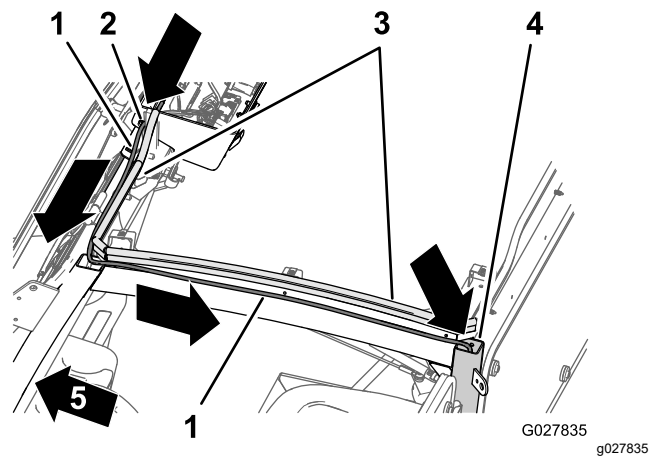

Bild 21
1. Verlegen Sie den Schlauch an der linken Seite der Dachkonsole entlang der Glühbirnendichtung zur Vorderseite des Kabinenrahmens (Bild 21).
2. Verlegen Sie den Schlauch nach hinten entlang des linken Rahmenkanals der Kabine (Bild 21).